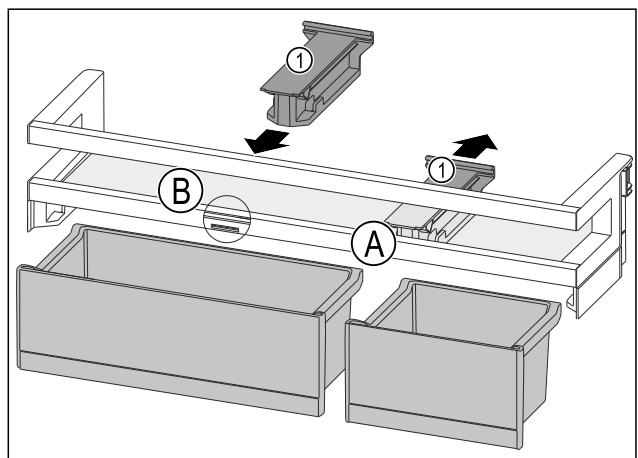

Fig. 116
- Retirer la pièce de retenue Fig. 116 (1) en position Fig. 116 (A) vers l'arrière.
- Mettre la pièce de retenue Fig. 116 (1) en position Fig. 116 (B).